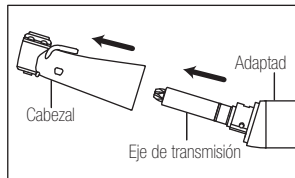

Fig. 7
- 4) Retire el cabezal del adaptador. (Fig.7)
- 5) Saque el eje impulsor del adaptador. (Fig.7)